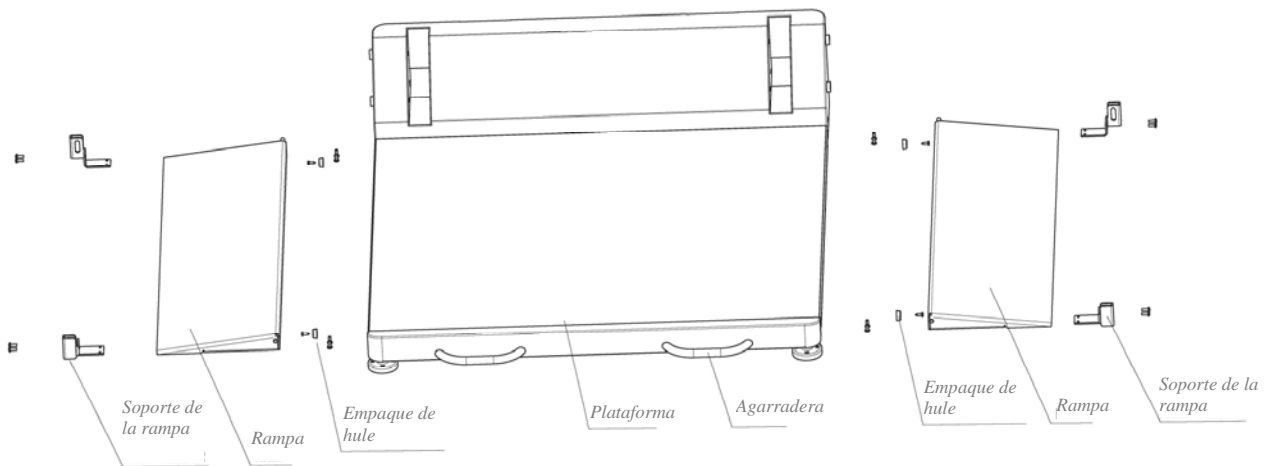

Figura 2
4. Retire los tornillos que sujetan los 2 empaques de hule que se localizan a lado de la plataforma (ver la figura 2).
5. Retire los empaques y vuelva a colocarlos en el lado opuesto de la plataforma. Utilice los agujeros de montaje adecuados (ver la figura 2).